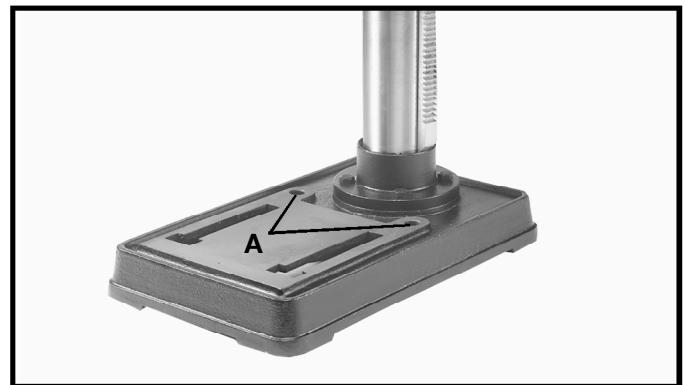

Fig. 17
10. IMPORTANT : s'assurer que la broche conique (Q, fig. 17) et le trou taraudé du mandrin (R) sont propres et exempts toute graisse et de couches protectrices de vernis ou d'antirouille. **REMARQUE :** un nettoyeur à four domestique nettoie efficacement toute substance de la broche et du mandrin; toutefois, suivre soigneusement les consignes de sécurité du fabricant lors de son utilisation.
Si en cours de fonctionnement, la machine tend à basculer, « marcher », ou glisser sur la surface de support, la machine doit être fixée à la surface de support à l'aide d'une vis de carrosserie de M8x1,25x125 mm, une rondelle plate de 8,5 mm, une rondelle de blocage de 8,5 mm et d'un écrou hexagonal M8x1,25 à travers les deux trous (A, fig. 17) situés à la base de la machine.